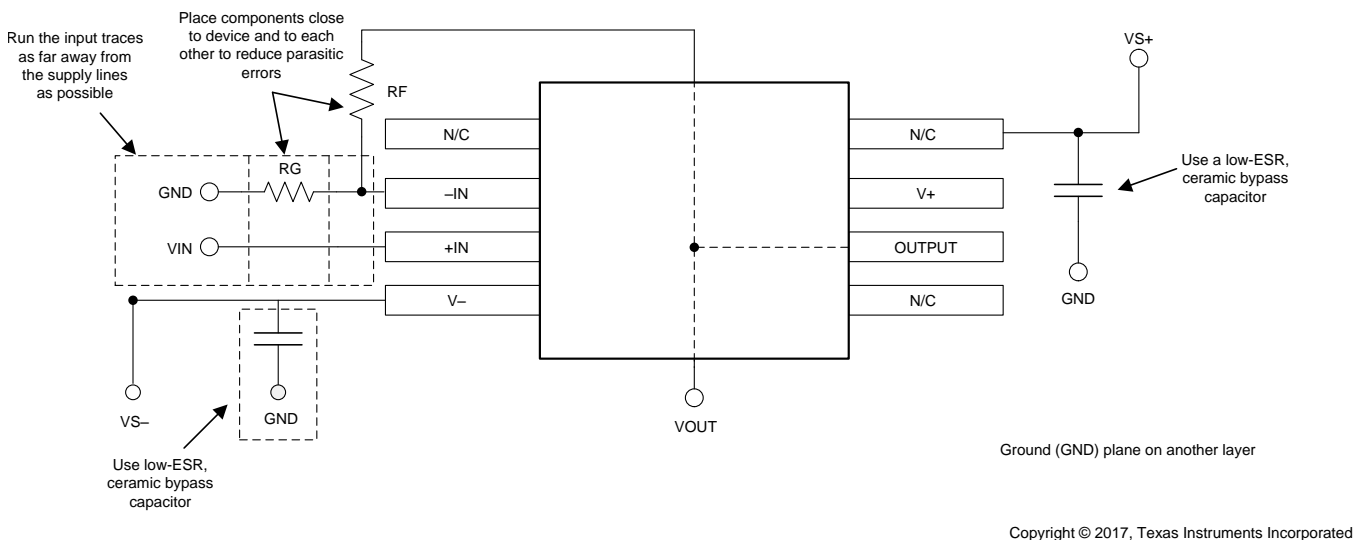

图 31. 同相配置的运算放大器电路板布局
- 外部组件的位置应尽量靠近器件。如图 31 所示，使 RF 和 RG 靠近反相输入可最大限度减小寄生电容。